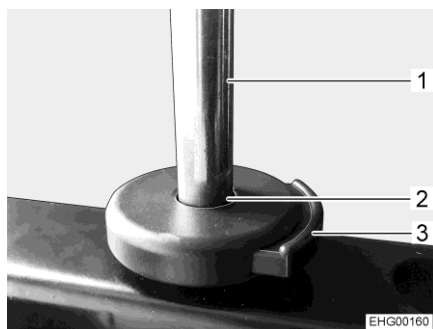

Fig. 19 Tasto di sblocco (poggiatesta)
- Premere il tasto di sblocco (Fig. 19,3).
- Infilare il supporto (Fig. 19,1) nella guida (Fig. 19,2).